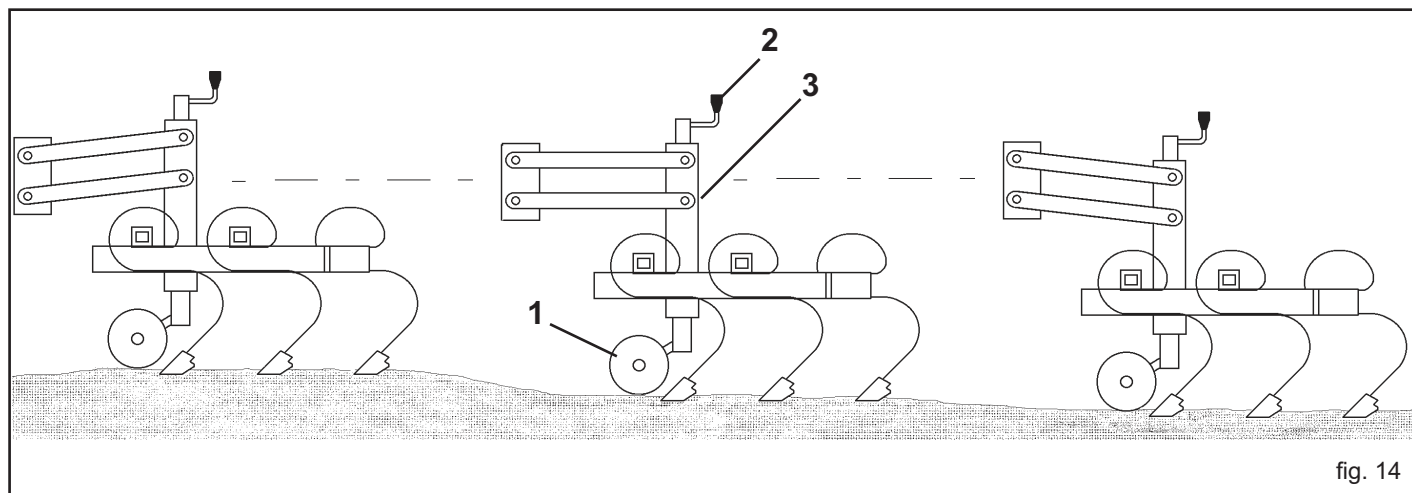

fig. 14
- Reglați adâncimea de lucru variind înălțimea roților anterioare (1, Fig. 14) acționând manivela (2). O riglă gradată (3) permite reglarea tuturor elementelor la aceeași înălțime.
Elementul tip paralelogram, permite prășirea chiar și pe terenurile care nu sunt perfect plane, având siguranța unei adâncimii constante de lucru, care se reglează acționând roata elementului (1, Fig. 14).